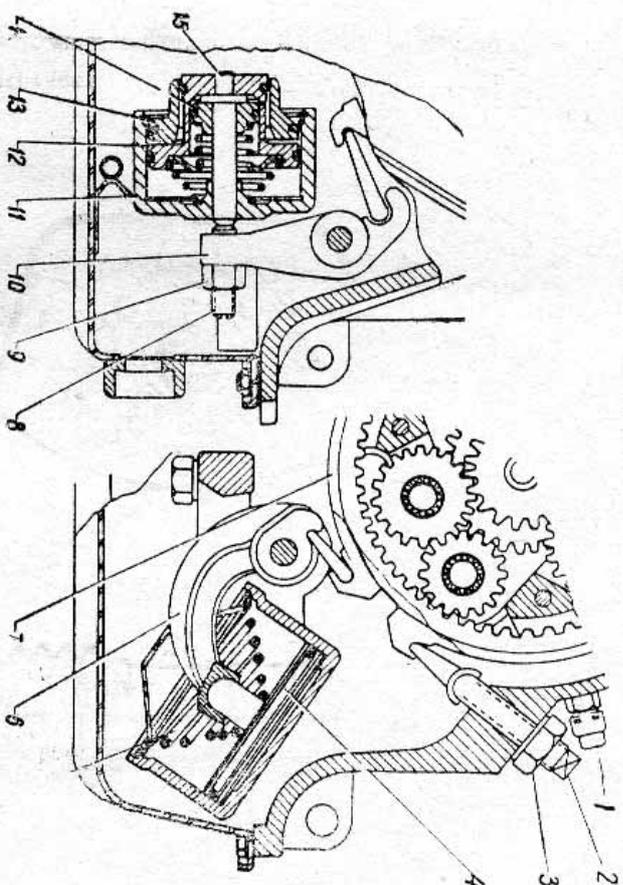

Рис. 44. Тормоза планетарной передачи.
**Регулировку заднего тормоза** (первой передачи и заднего хода) производите без разборки коробки в следующем порядке. Отпустите контргайку 3 (рис. 44 справа) регулировочного винта, расположенного на правой стороне картера коробки. Затяните регулировочный винт 2 с моментом 2,3 кгм и отпустите его на  $1\frac{1}{4}$  оборота. Удерживая винт ключом, затяните контргайку.
**Регулировку переднего тормоза** (второй передачи) производите после слива масла из коробки и снятия поддона в следующем порядке. Отпустите контргайку 9 (рис. 44 слева) регулировочного винта 8. Установите между штоком 13 поршня и винтом 8 плоскую плитку толщиной 4 мм и затяните винт 8 с моментом 0,2 кгм (обычной отверткой до отказа). Отпустите винт на один оборот и уберите плитку. Затяните контргайку, удерживая регулировочный винт от проворачивания.